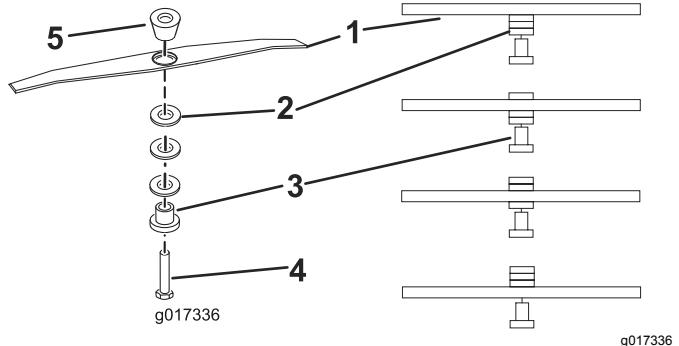

图12
5. 将垫片重新调节至所需的高度重新安装刀片卡环和垫片 图12 并将螺栓扭紧至 25N·m。